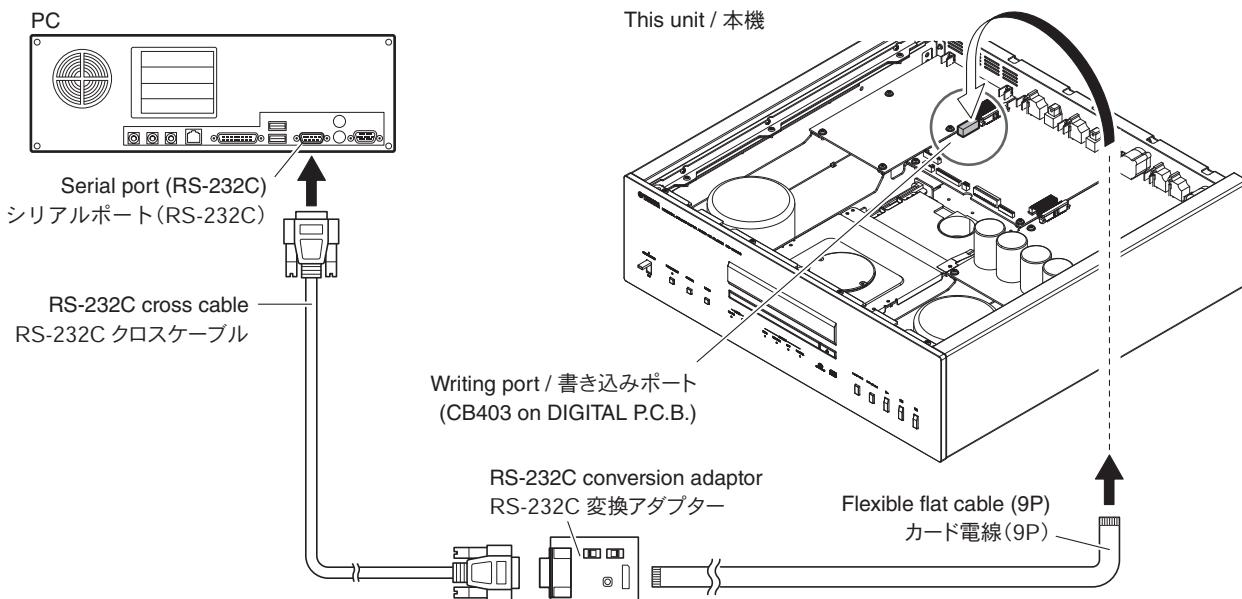

Fig. 2
- Connect the serial port (RS-232C) of the PC to the writing port (CB403 on DIGITAL P.C.B.) of this unit as shown below. (Fig. 2)
- 本機の書き込み用ポート (DIGITAL P.C.B. の CB403) と PC のシリアルポート (RS-232C) を下記のように接続します。 (Fig. 2)